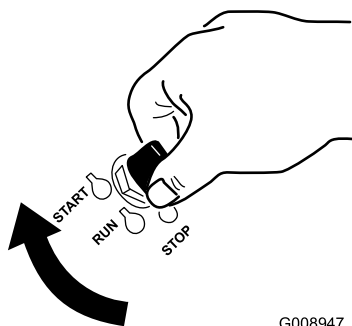

Figura 22
6. Gire la llave de contacto a la posición de ARRANQUE (Figura 22).